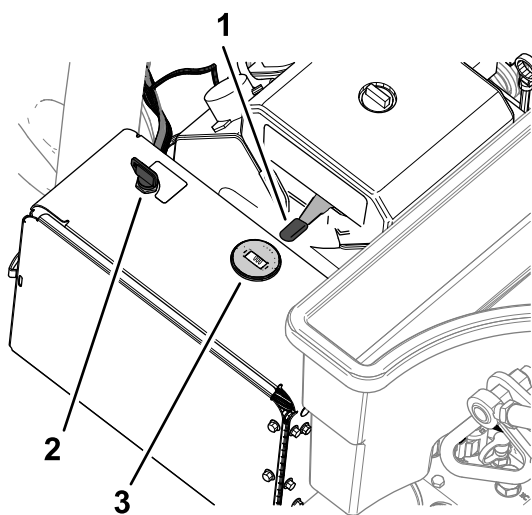

Figura 70
2. Utilice el estérter (Figura 70) como se indica a continuación: